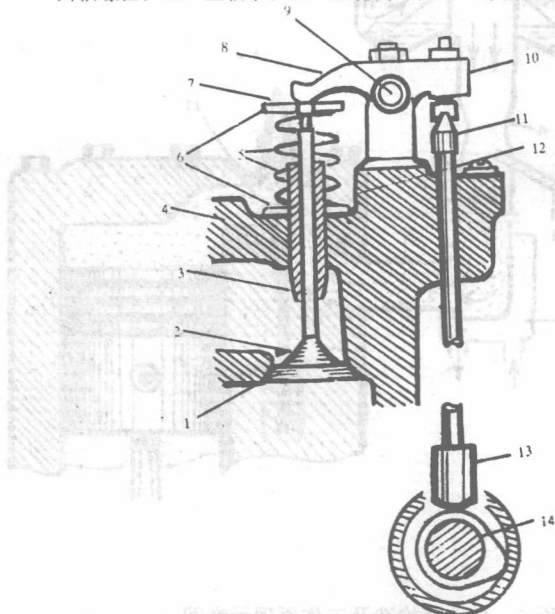

图6 北京BJ212汽车发动机配气机构
(2) 配气机构。这是发动机的换气机构，这部分主要包括进气门、排气门、凸轮轴等机件（见图 6）。